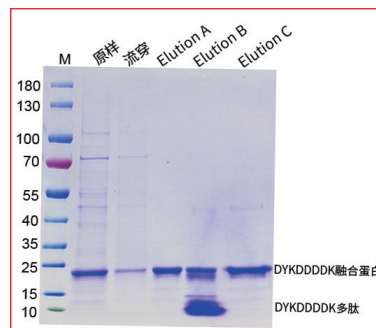

图2.Magneti-Q DYKDDDDK标签蛋白纯化试剂盒纯化分泌蛋白的SDS-PAGE电泳图
- 5) 对洗脱产物进行 SDS-PAGE 电泳,结果请见图 2。